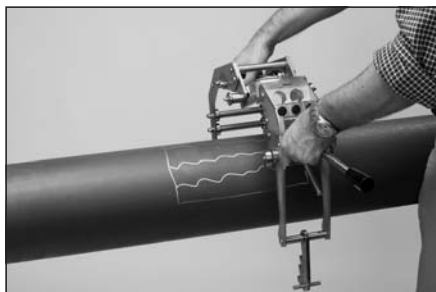

Рис. 3
- Разъедините верхнюю (2) и нижнюю (1) части. Поместите FWSGS 225 сверху на трубу (рис. 3).